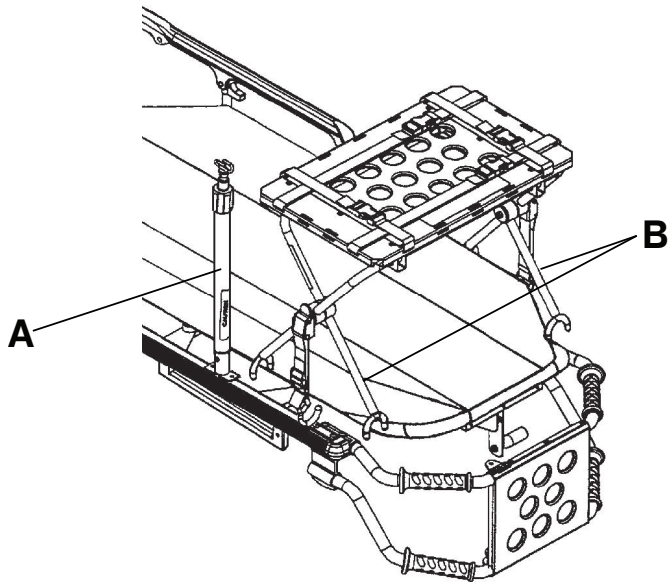

Abbildung 26 – Infusionsständer anheben und das Defibrillator-Tablett in Position bringen (Abbildung zeigt Modell 6506)
3. Ist das Produkt mit einem Infusionsständer (A) ausgestattet, diesen nach oben klappen (Abbildung 26).
5. Die Innenfüße (B) der Defibrillatorplattform in Richtung des Kopfendes des Produkts positionieren (Abbildung 26).